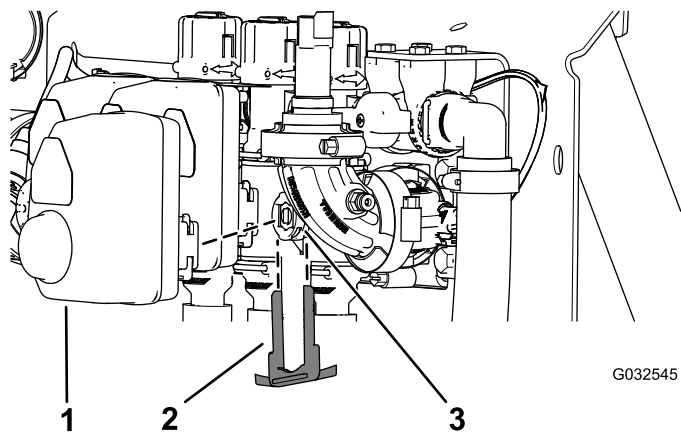

図 117
2. アクチュエータを個別ブームバルブまたは攪拌バルブ用のマニホルドバルブに固定しているリテーナを外す 図 117。